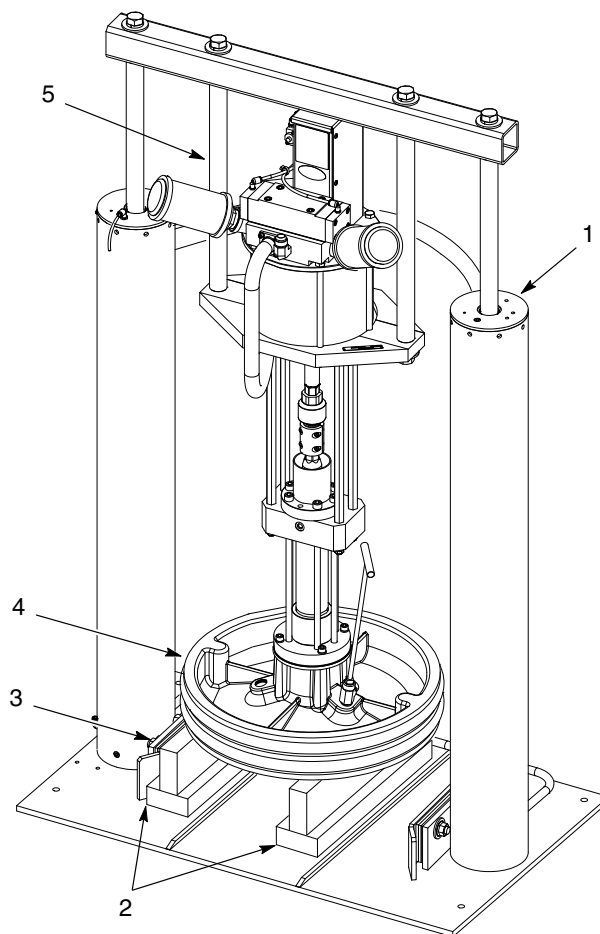

Abb. 1 Den Stempel abstützen
1. Siehe Abb. 1. Den Stempel (4) mit Klötzen (2) abstützen, die hoch genug sind, um zu verhindern, dass der Stempel mit den Fasszentrierfüßen (3) in Kontakt kommt. Sicherstellen, dass die Baugruppe Stempel/Luftmotor sicher steht und nicht umfallen kann.
3. Alle Geräte oder Halterungen abnehmen, die oben an den Zylinderköpfen (1) und Montagestangen (5) installiert sind.